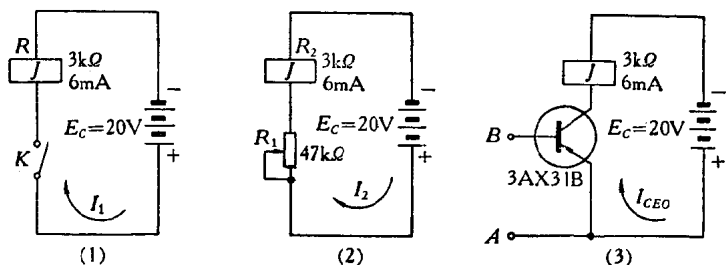

图 1-9
我们如何来应用晶体三极管的特性和原理呢？让我们先来分析一下图 1-9 所示电路，这三个电路中所用电源均为 20 伏， J 是高灵敏继电器，它的内阻是 3 千欧，吸动电流是 6 毫安，所不同的是图 (1) 电路中是串一只开关 K ，图 (2) 用一只 47 千欧的电位器，图 (3) 用一只晶体三极管 (3AX31B)。